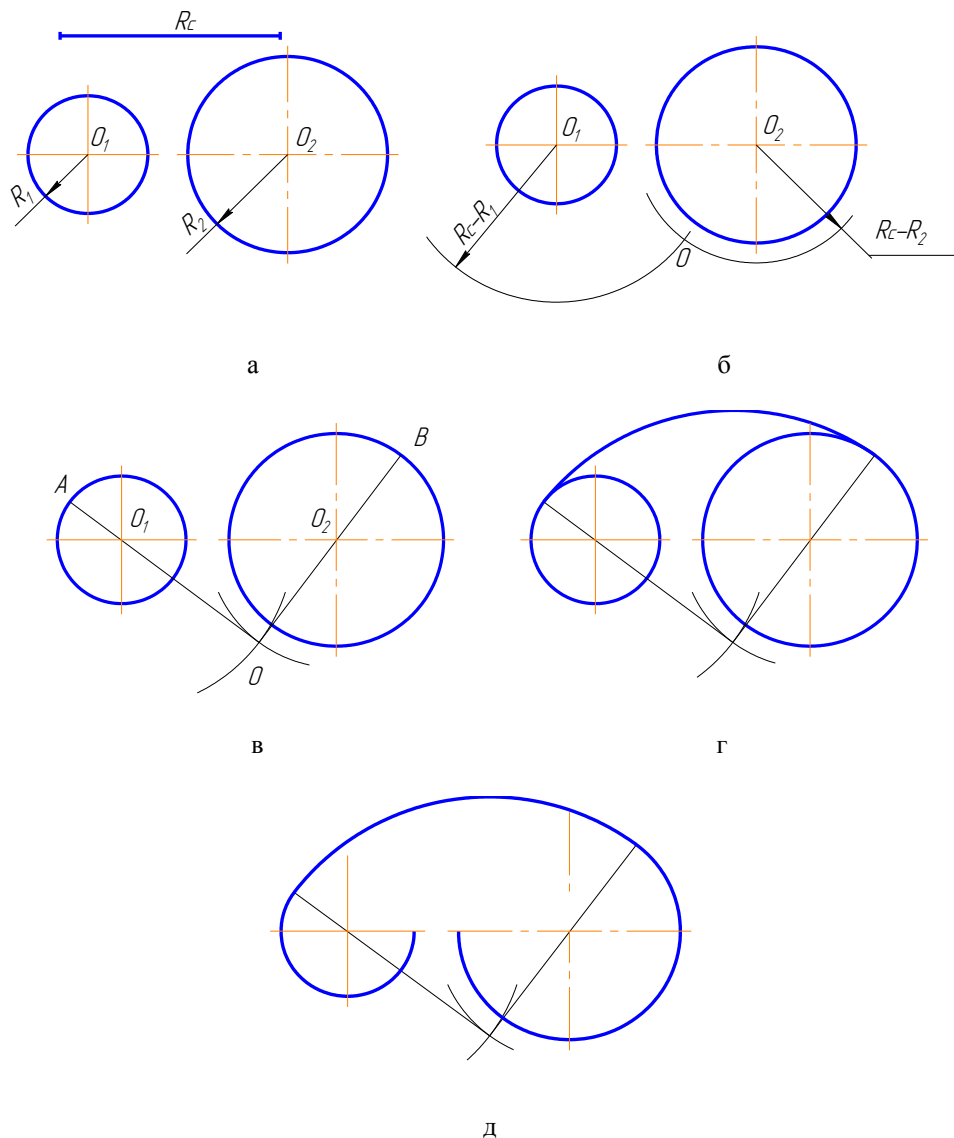

Рисунок 3.14 – Сопряжение окружностей внешней дугой:
Рассмотрим случай когда, заданные окружности находятся внутри сопрягающей дуги (внутреннее сопряжение) (рисунок 3.14).
1. Найти центр сопряжения  $O$  (рисунок 3.14 б). Для этого из  $O_1$  и  $O_2$  сделать засечки радиусами, равными разностям:  $R_c - R_1$ ;  $R_c - R_2$ ;
2. Определить точки сопряжения  $A$  и  $B$  (рисунок 3.14 в). Для этого необходимо соединить точку  $O$  с точками  $O_1$  и  $O_2$  и продолжить линию до пересечения с заданными окружностями:  $OO_1A$ ;  $OO_2B$ .